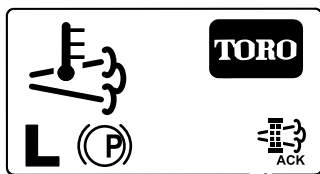

Рисунок 62
8. В ходе процесса регенерации дисплей инфо-центра показывает главный экран и в правом нижнем углу экрана отображается значок подтверждения регенерации (Рисунок 62).